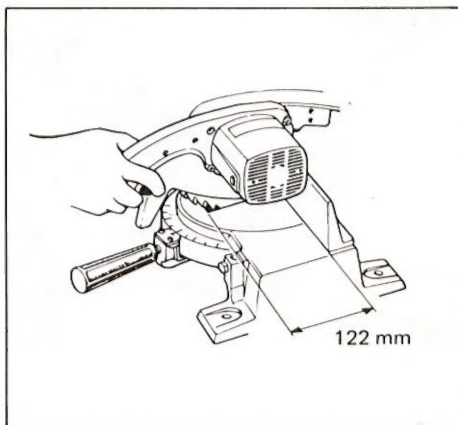

Fig. 6
- ★ Contrôler si la lame n'entre pas en contact avec la base lorsque la position est basse. Fig. 6